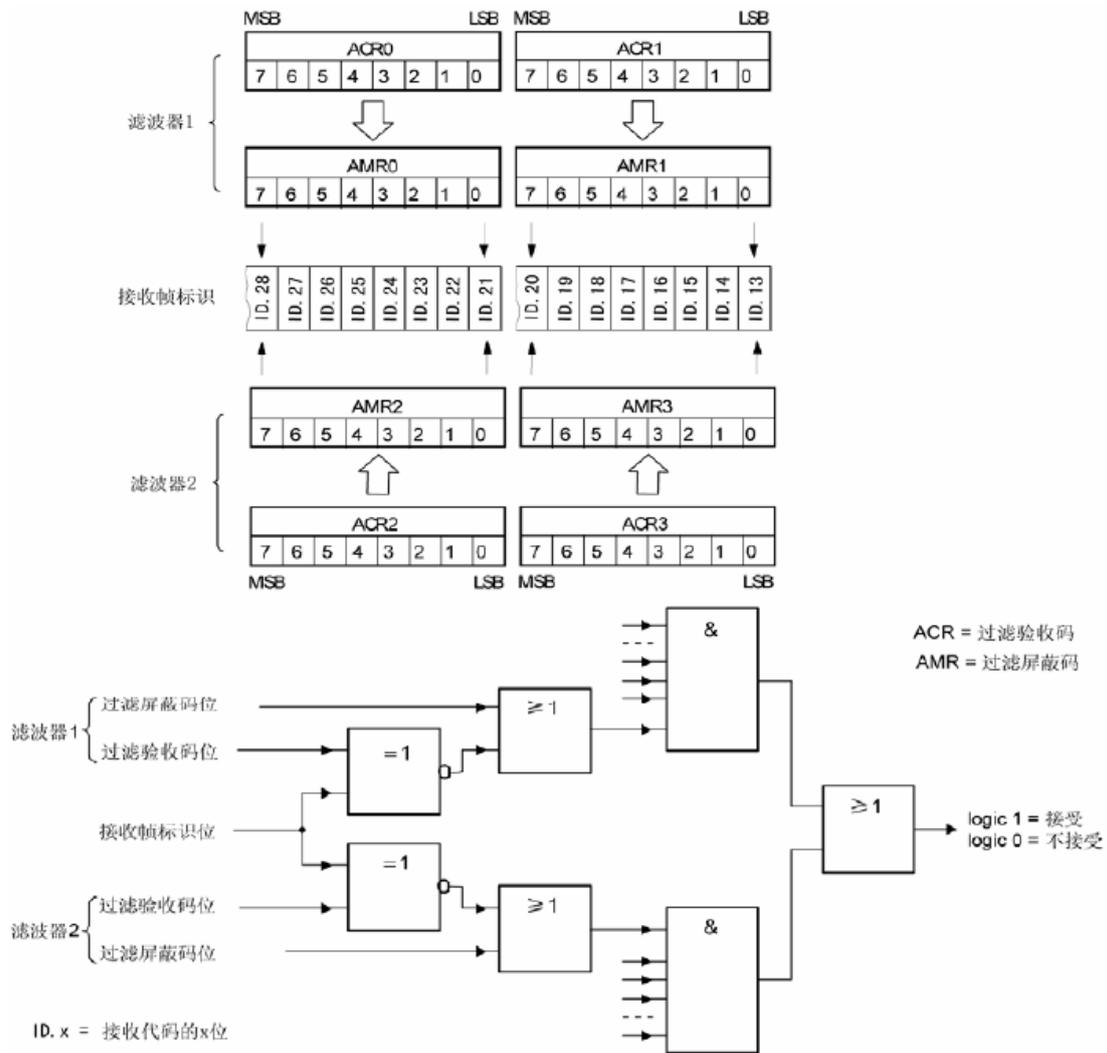

图 4 扩展帧双滤波示意图
**扩展帧：**对于扩展帧，定义的两个滤波器是相同的。两个滤波器都只比较扩展识别码的前两个字节——ID. 28到ID. 13，而不是全部的29位标识。如图 4 所示。为了能成功接收信息，一组滤波器的单个位的比较时均要表示为接收。